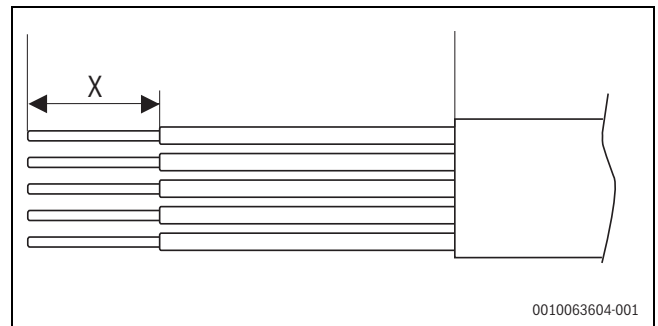

Bild 43 Abisolierlänge
- ▶ Kabel wie in → Abbildung 43 und → Tabelle 6 gezeigt abisolieren